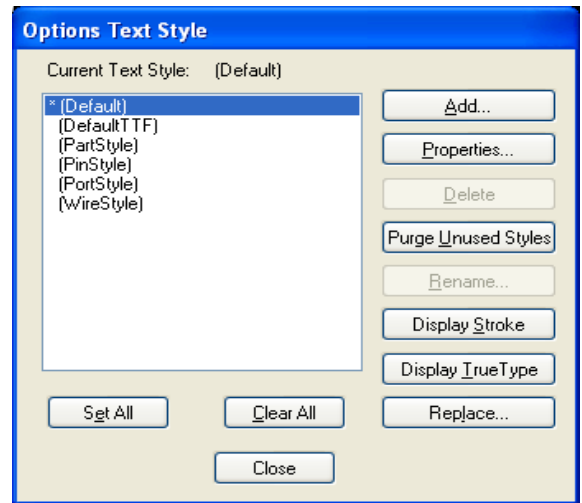

Рис. 4.4 – Диалоговое окно *Options Text Style* (Параметры стиля текста)
- В появившемся диалоговом окне (рис. 4.4) *Options Text Style* (Параметры стиля текста) появится список установленных стилей текста.
- Убедитесь, что в диалоговом окне **Options Text Style** (*рис. 4.4*) появился новый стиль текста **Arial3_5Italic**.